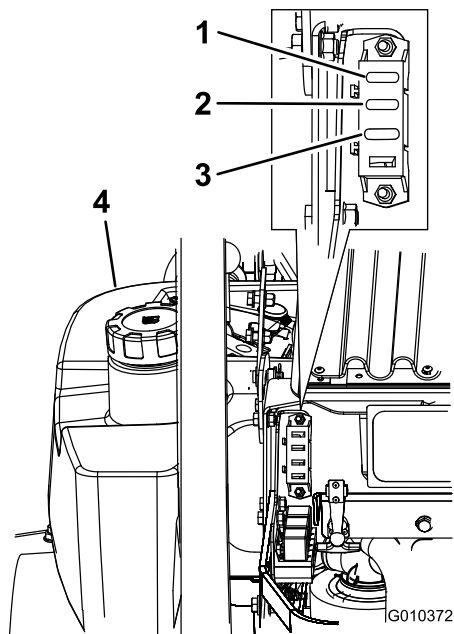

Figura 48
1. Sbloccate il cofano del motore ed alzate per accedere al portafusibili (Figura 48).
3. Montate un fusibile nuovo (Figura 48).